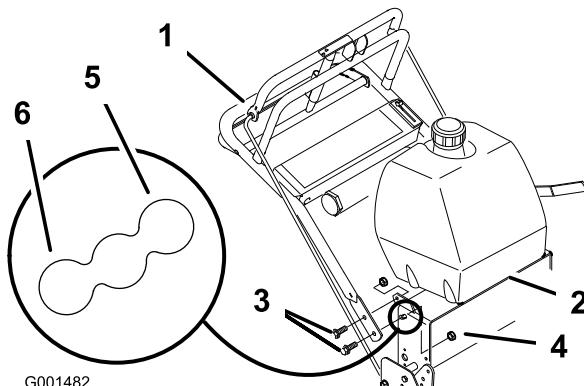

Figure 16
- Desserrez les boulons à embase supérieurs ((3/8 x 1 pouce)) et l'écrou à embase de fixation du guidon au bâti arrière (Figure 16)
- Retirez les boulons à embase supérieurs ((3/8 x 1 pouce)) et les écrous à embase de fixation du guidon au bâti arrière (Figure 16)